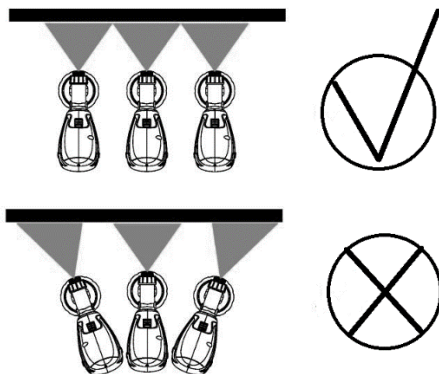

Рисунок 6
4.4 Фарбування потрібно починати із зовнішньої сторони робочої зони, тримаючи розпилювач паралельно, на однаковій відстані, приблизно 10-30 см від об'єкта (Рисунок 6). Переміщайте розпилювач рівномірно горизонтально або вертикально, залежно від налаштування форми струменя. Плавне переміщення розпилювача, з постійною швидкістю, призведе до рівномірного покриття поверхні. Рух інструмента уздовж поверхні, що фарбується, здійсніть безперервною зигзагоподібною лінією. Щоб уникнути напливів фарби, робіть перерву між повторним фарбуванням поверхні (особливо вертикальної), достатній для висихання попереднього шару.